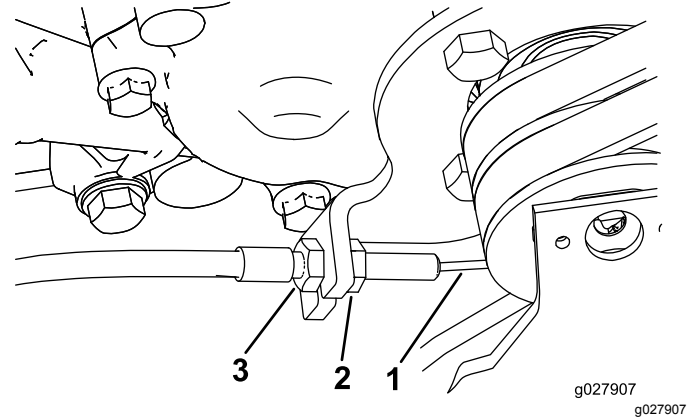

図 44
3. ケーブルの前ジャムナットをゆるめ、ケーブルの後ジャムナットを締めて図 44たるみを完全になくす。